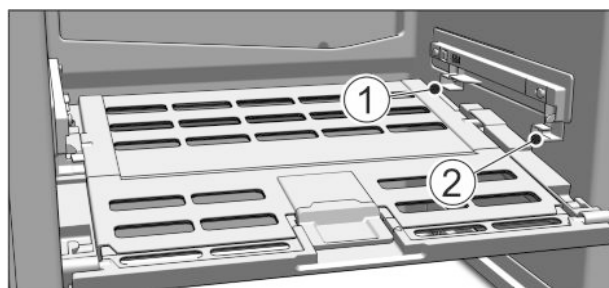

Fig. 51
- ▶ Wkładanie pokrywy Fruit & Vegetable-Safe: Ramiona pokrywy wprowadzić od dołu do tylnego uchwytu Fig. 51 (1) i zająć z przodu w uchwycie Fig. 51 (2).